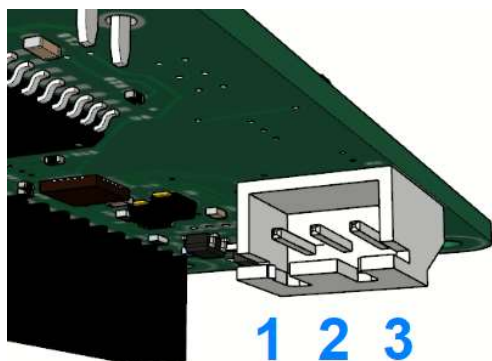

Figura 1: connettore batteria
3. Collegare la batteria LiPo alla scheda attraverso l'apposito connettore X1 presente sul lato saldature della scheda stessa, riferimento figura 1.